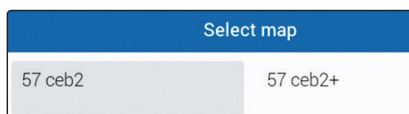

Fig. 247
- Välj en karta från listan (Fig. 247).